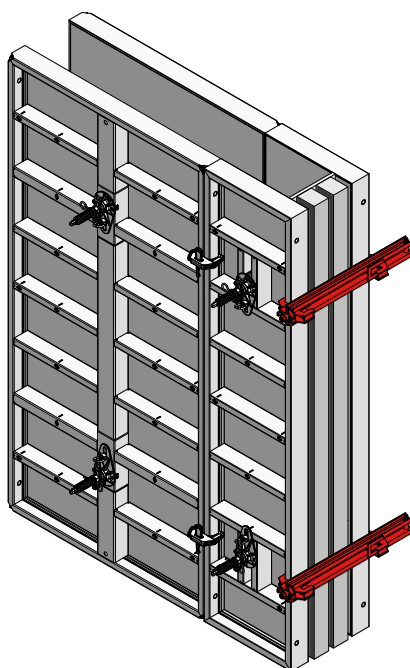

Fig. 59.1
- Une éclisse about de voile. Elle doit être installée au niveau des passages de tige (Fig. 59.1).